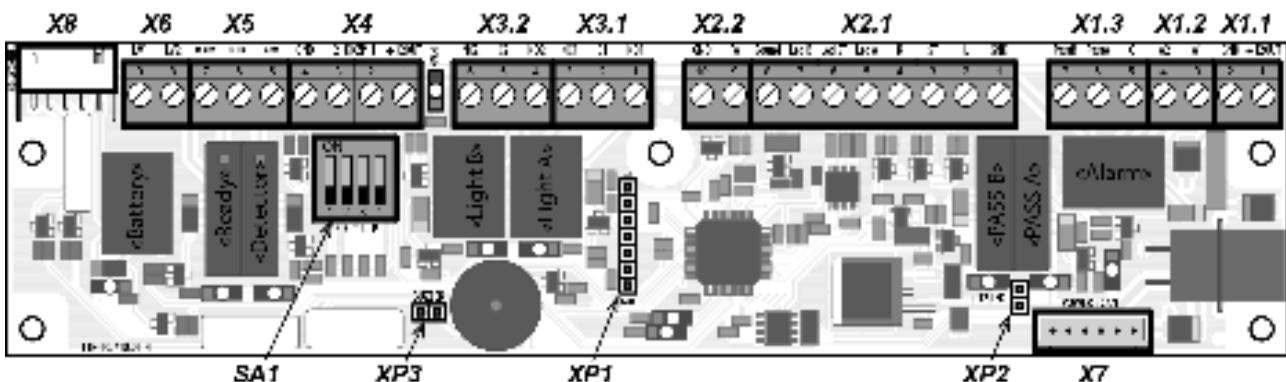

Рисунок 7. Внешний вид платы интерфейса
Общий вид платы интерфейса (12) показан на рис. 7.
Режим управления определяется DIP-переключателем **SA1-1** на плате интерфейса (12). Расположение переключателя показано на рис. 7. Положение переключателя **ON** – импульсный режим управления, **OFF** – потенциальный режим управления.